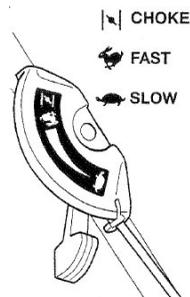

Figura 4
- Spostare il comando acceleratore nella posizione "Choke" (Figura 4).